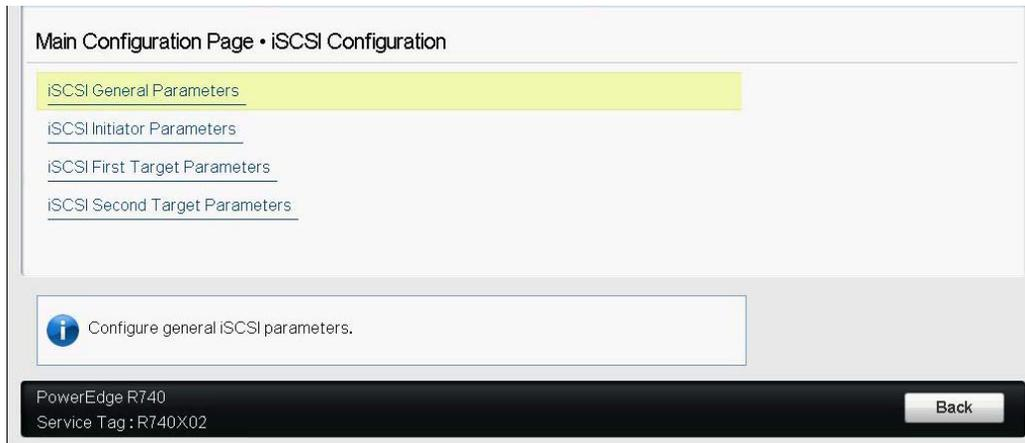

Abbildung 9-7. Systemeinrichtung: Auswählen allgemeiner Parameter
2. Wählen Sie auf der Seite „iSCSI Configuration“ (iSCSI-Konfiguration) die Option **iSCSI General Parameters** (Allgemeine iSCSI-Parameter) (Abbildung 9-7) aus und drücken dann auf ENTER (Eingabe).